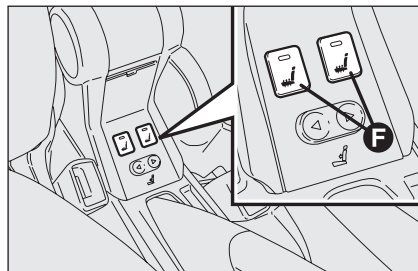

fig. 30
Riscaldamento sedili (dove previsto) fig. 30
- sbloccare la leva **A**-fig. 30 spingendola in avanti (posizione 1);